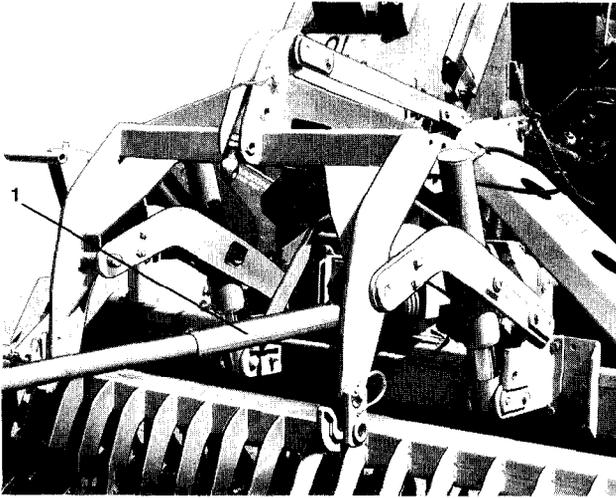

Fig. 70
Bei der Arbeit mit einer Zapfwellengetriebenen Sämaschine nach dem Kreiselgrubber bzw. Kreiselegge ist es sinnvoll, auch das AMAZONE- System „Huckepack“ zu benutzen (Fig. 70). Kreiselgrubber oder Kreiselegge und zapfwellengetriebene Sämaschine laufen auch beim Wendevorgang weiter. Abschalten der Zapfwelle und Stillstandszeiten am Feldende entfallen. Bei der pneumatischen Sämaschine kommt es zu keinem Druckabfall.
**Die Gelenkwelle (Fig. 70/1) ist durch die Begrenzung der Hubhöhe gegen Beschädigungen zu sichern. (siehe Punkt 15.1)**